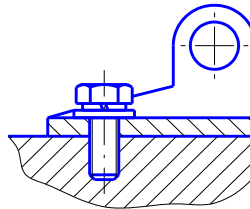

Рис.2
2. Какой вид резьбы следует выбрать для соединения деталей (рис.2), работающих в условиях повышенной вибрации?